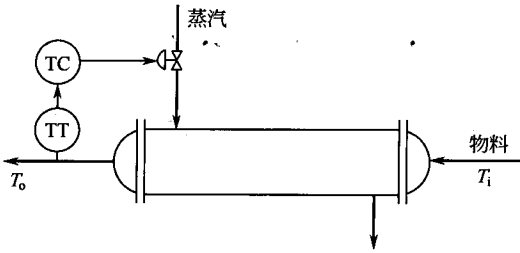

图 1-16 蒸汽加热器温度控制系统
8. 图 1-16 是蒸汽加热器温度控制系统示意，试解答下列问题。